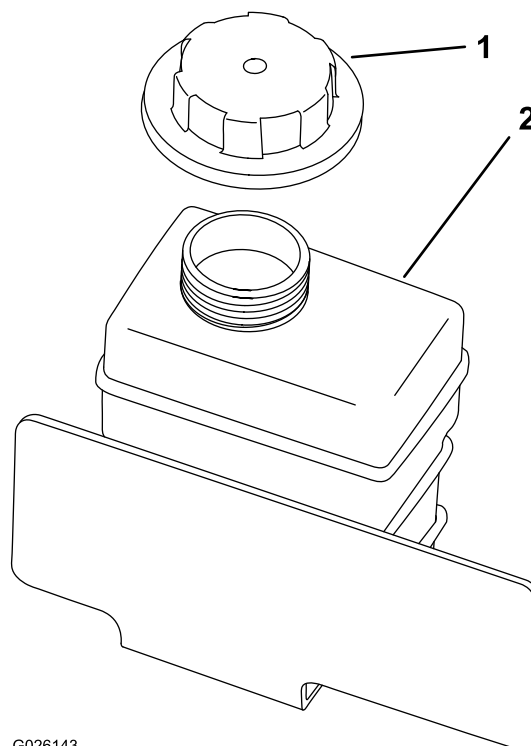

Figura 53
4. Retire el tapón del depósito auxiliar (Figura 53).
8. Llène lentamente el depósito auxiliar de refrigerante hasta que el nivel llegue al borde inferior del cuello de llenado (Figura 53).
9. Instale el tapón del depósito auxiliar (Figura 53).